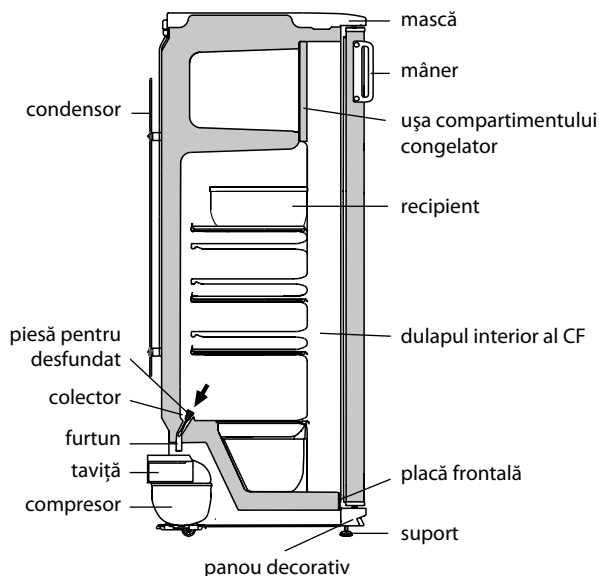

Figura 4 – Schema scurgerii apei rezultate în urma topirii din CF
2.2.1 În CF se folosește un sistem automat de dezghețare. Bruma, care apare pe perețele din spate al CF, după deconectarea compresorului care lucrează în ciclu, se topește și se transformă în picături de apă. Picăturile de apă rezultată în urma topirii se scurg în colector, apoi prin gaura acestuia și prin furtun – în tavița de pe compresor, în conformitate cu figura 4 și se evaporă. Gaura colectorului este dotată cu o piesă pentru prevenirea înfundării sistemului de drenaj.
Prezența apei în colector indică înfundarea sistemului de drenaj. Pentru eliminarea înfundării folosiți piesa corespunzătoare și curățați gaura colectorului, astfel ca apa să se scurgă liber în taviță, apoi spălați piesa și instalați-o în conformitate cu figura 4.
SE INTERZICE să utilizați frigiderul cu sistemul de scurgere înfundat. Apa care a apărut pe fundul CF sau care a ajuns în locul de alăturare a plăcii frontale și a dulapului interior al CF, în conformitate cu figura 4, poate provoca coroziunea dulapului exterior al frigiderului și elementelor agregatului frigorific, defectarea izolației termice, formarea crăpăturilor dulapului interior și defectiunea frigiderului.
- să lăsați ușa frigiderului și ușa compartimentului congelator deschise. Pe raftul CF sub compartimentul congelator puneți un vas recipient pentru colectarea apei rezultate în urma topirii (de exemplu, sertarul pentru legume și fructe), în conformitate cu figura 4;